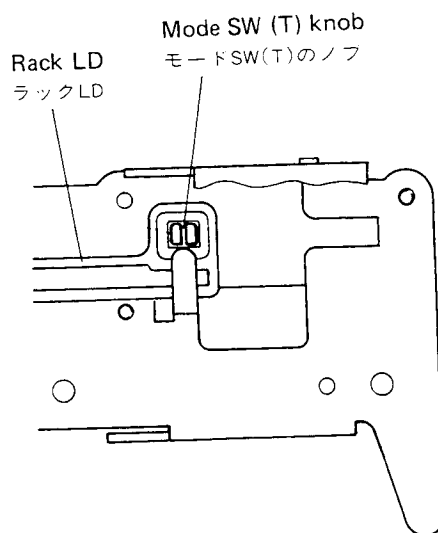

Fig. 2-15
Note: When installing mode SW (T), align the hole in the rack LD with the knob on mode SW (T) (Fig. 2-15).
注. モードSW(T) の組立時、ラックLDの穴とモードSW(T) のノブの位置を合せる。(図2-15)